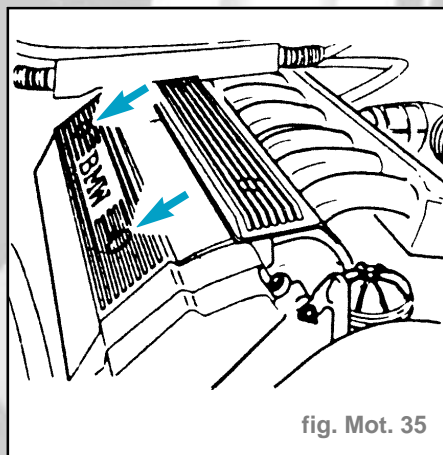

fig. Mot. 35
- Déposer les vis (fig. Mot. 35).